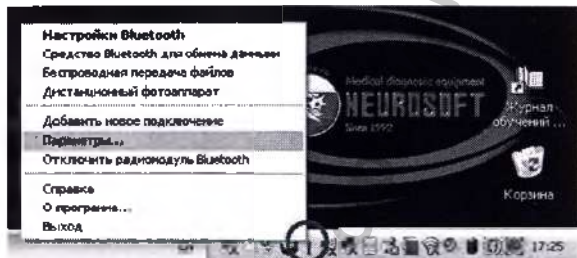

Рис. 6
9. Нажмите кнопку «Применить» для приведения изменений в действие (рис. 6).
3. Измените уровень безопасности подключения Bluetooth, щелкнув правой кнопкой мышки по значку «Bluetooth», и выберите команду меню **Параметры...** (рис. 6).